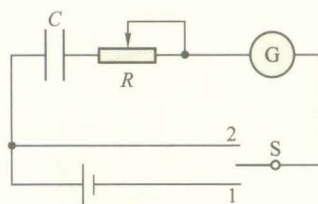

图 2-4-2
2. 如图 2-4-2 所示连接电路，其中 G 为不通电时指针位于表盘中央的演示用电流表， S 是单刀双掷开关， R 是滑动变阻器，先把开关 S 扳至 1 位置，观察电流表指针的偏转情况，经过一段时间再把开关 S 扳至 2 位置，观察电流表指针偏转情况。